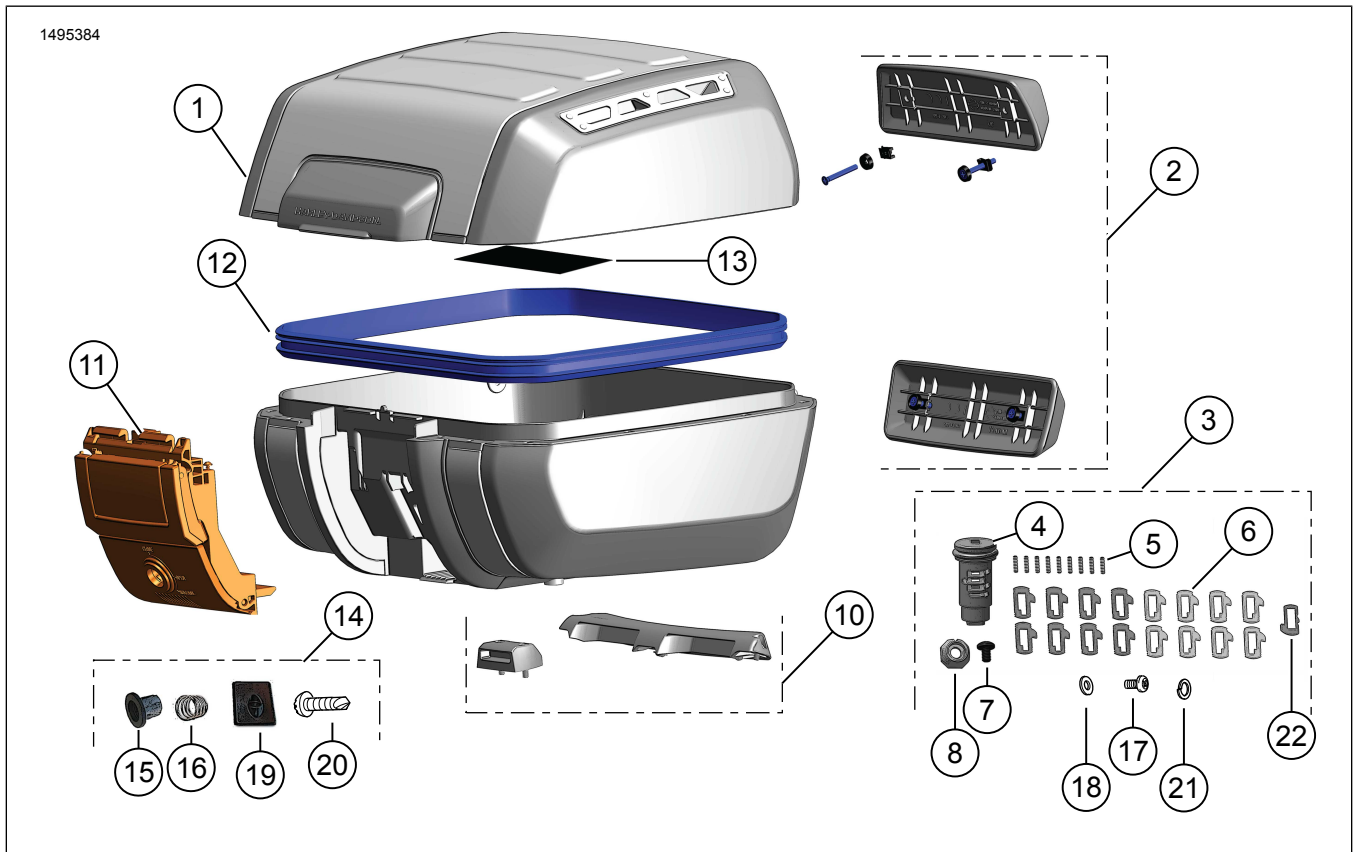

Figura 1. Contenido del kit: Maleta superior desmontable
5. Figura 4 Instale resortes (5), véase Figura 1, en orificios en las estaciones 3,6 y 7 en el lado (A) del sub-montaje del cilindro.
6. Figura 4 Instale los resortes (6), véase Figura 1, #11-14 en las estaciones 3,6 y 7 por números de resorte determinados en Tabla 3.
7. Figura 4 Instale resortes (5), véase Figura 1, en orificios en las estaciones 4,5 y 8 en el lado (B) del sub-montaje del cilindro.
8. Figura 4 Instale los resortes (6), véase Figura 1, #21-24 en las estaciones 4,5 y 8 por números de resorte determinados en Tabla 3.